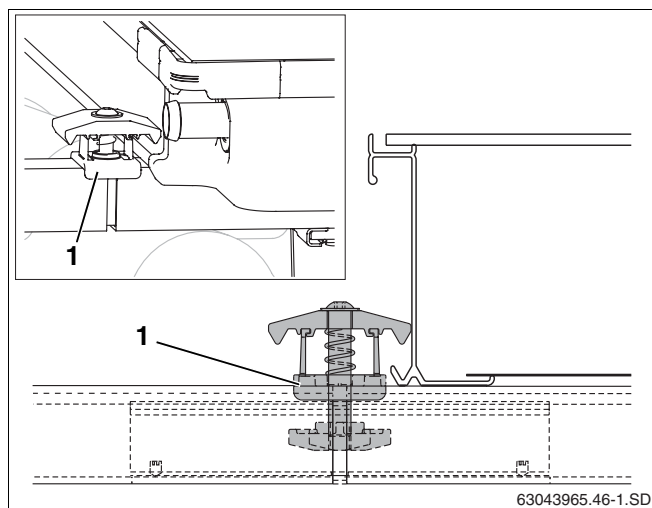

Fig. 45 Instalar o tensor de colector bilateral
- ▶ Colocar o tensor de colector bilateral com a porca à frente na abertura do perfil e do ligador de encaixe (fig. 45, **item 1**), de tal forma a que agarre envolvendo o perfil.